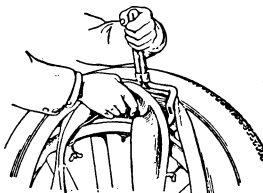

Fig. 29.
**3. Montare la camera d'aria.** — Appiattire la camera d'aria vuotandola completamente dell'aria, indi talcarla leggermente come si è detto prima. Rovesciare la copertura nel punto della valvola col mezzo della leva a forcella: togliere la falsa valvola, e poi introdurre nel foro la valvola della camera d'aria (fig. 29).